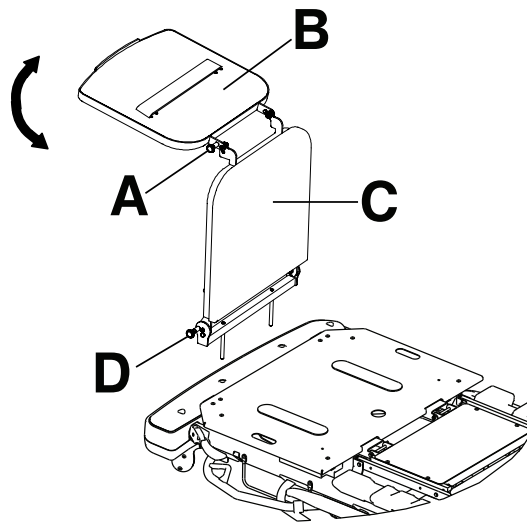

Abbildung 19 – Defibrillator-Tablett-/Fußteilverlängerung
1. Den oberen Knopf (A) herausziehen (Abbildung 19).
2. Das Defibrillator-Tablett (B) drehen, bis sich das Tablett flach über dem Fußende des Produkts befindet. Den oberen Knopf (A) lösen. Sicherstellen, dass das Defibrillator-Tablett arretiert ist.
Umwandlung der Defibrillator-Tablett-/Fußteilverlängerung in eine Fußteilverlängerung (Abbildung 19):